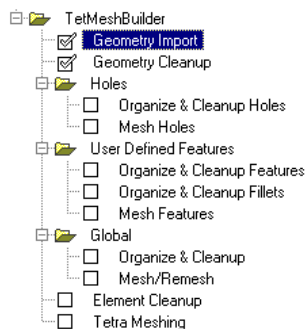

图 5-122 Tetramesh Process Flow
这样就打开了 Tetramesh Process, 如图 5-122 所示。接下来将按照图中步骤完成四面体网格划分。
(1) 通过以下的操作, Tetramesh Process 将在 HyperMesh 用户界面左侧的标签域 (Tab Area) 展开四面体网格剖分工作流 (Tetramesh Process Flow)。(见图 5-122)。该工作流的第一步即为几何导入 (Geometry Import) 左侧的复选框将自动被选中, HyperMesh 用户界面下方的主菜单区域也将自动切换至与几何导入环节相关的参数。
(2) 将 Import Type 切换至 HM Model。
(3) 在下方的工具栏中, 单击 Open .hm File (📄) 按钮打开文件, 在路径<installation_directory>tutorials\hm>中选择文件 tetmesh_pm.hm。
(4) 单击 Import 按钮。此时在视图区域中, tetmesh_pm.hm 被打开, TetraMesh Process 左侧的 Geometry Import 表示该环节已完成。